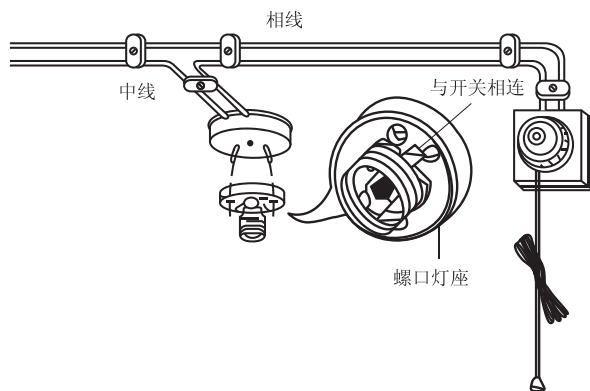

图 2.13.4 螺口灯座安装示意图
① 灯座上的两个接线桩,一个与电源的零线相连,另一个与来自开关的相线相连。
② 螺口灯座接线时,零线必须接在连通螺纹圈的接线桩上,来自开关的相线必须接在连通中心簧片的接线桩上,如图 2.13.4 所示。